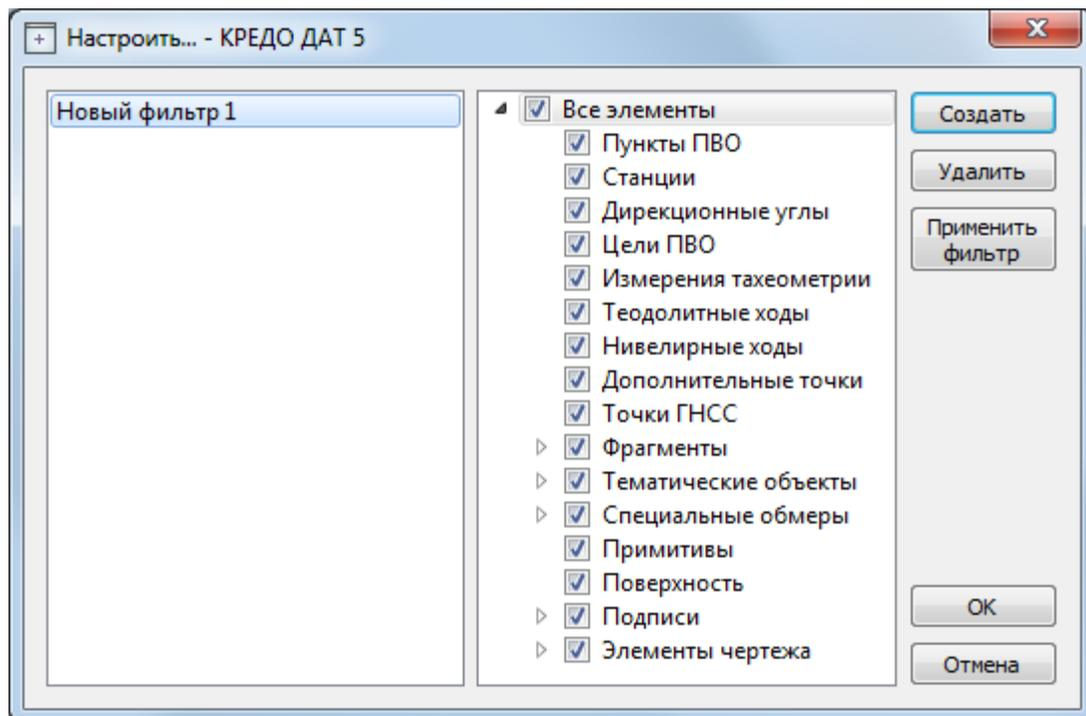

Рисунок 7.5
- Редактирование существующих и создание новых фильтров выполняется при помощи команды **Настроить**, которая вызывает одноименный диалог (см. рис. 7.5).